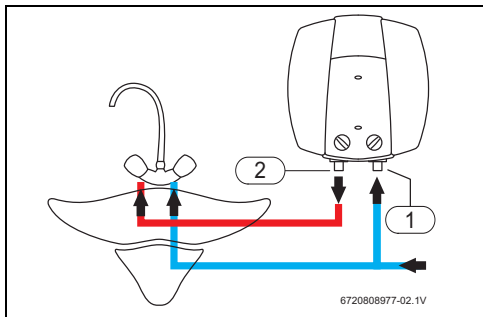

Рис. 7 Монтаж над раковиной (модель ES..-5MOWIV-B)
► Обозначьте трубы горячей и холодной воды соответствующим образом, чтобы не перепутать их (→ рис. 7 и 8).